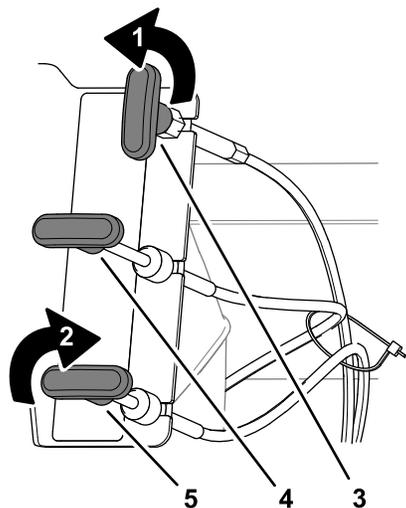

Figure 19
1. Tournez la poignée de la commande de la trappe dans le sens antihoraire pour déverrouiller la commande (Figure 19).
3. Tournez la poignée de la commande de la trappe dans le sens horaire pour verrouiller la commande (Figure 19).
1. Tournez la poignée de la commande du déflecteur dans le sens antihoraire pour déverrouiller la commande (Figure 19).
3. Tournez la poignée de la commande du déflecteur dans le sens horaire pour verrouiller la commande (Figure 19).
1. Tournez la poignée de la commande du diffuseur dans le sens antihoraire pour déverrouiller la commande (Figure 19).
3. Tournez la poignée de la commande du diffuseur dans le sens horaire pour verrouiller la commande (Figure 19).